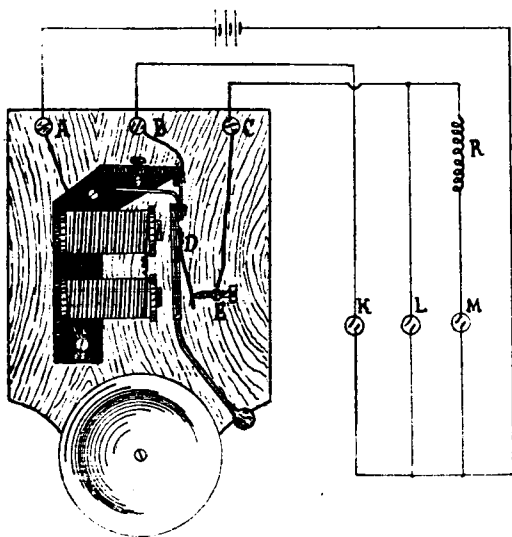

Рис. 53.
**Звонокъ съ тремя разными сигналами.** Звонокъ, имѣющій точно такое же устройство, какъ и только что описанный нами, можетъ быть употребленъ и для другой цѣли, а именно для воспроизведенія трехъ различныхъ сигналовъ, подаваемыхъ изъ разныхъ мѣстъ. Такой звонокъ (рис. 53) отличается отъ предыдущаго только тѣмъ, что при покойномъ его состояніи, пружина якоря D не отстаётъ отъ винта Е, а соприкасается съ нимъ, какъ и въ самомъ простомъ звонокѣ. Что же касается соединеній всей установки, то всѣ три контакта соединены съ однимъ изъ полюсовъ батареи, другой же ея полюсъ соединенъ съ